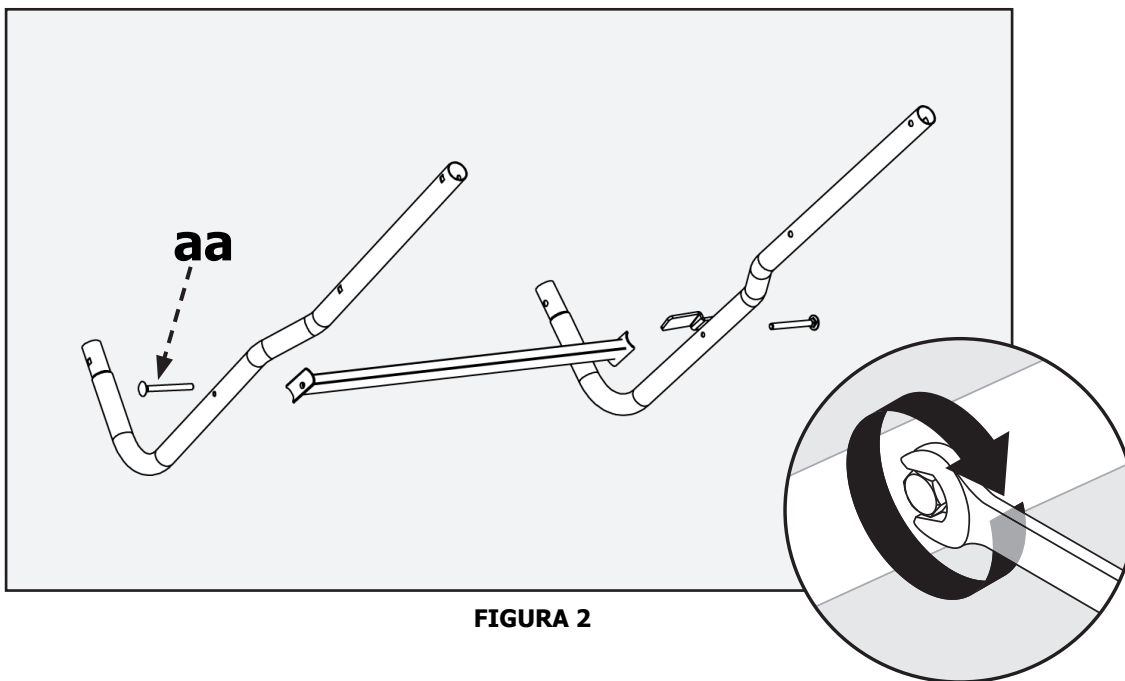

FIGURA 2
Instale el tubo de conexión de la barra de soporte (G) en el ensamblaje de la pata del paso Figura 2. Asegúrelo con M8 x 35 mm (1.38 "). tornillo de cabeza (ff) y tuerca (dd).
**NOTA:** El tubo de conexión de la varilla de soporte de los pies (G) debe mirar hacia el exterior (izquierda).